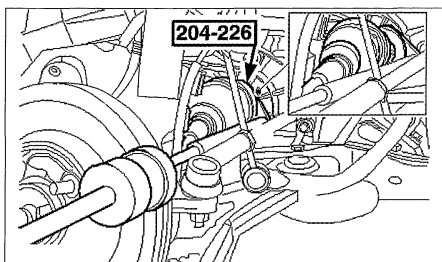

FIG. 1
- Con una palanca apropiada provisto de su adaptador (útil Ford 204-226 ó 16-092) y con un martillo de inercia, extraer la transmisión del diferencial y recuperar la transmisión (fig. 1). Prever la salida de aceite.